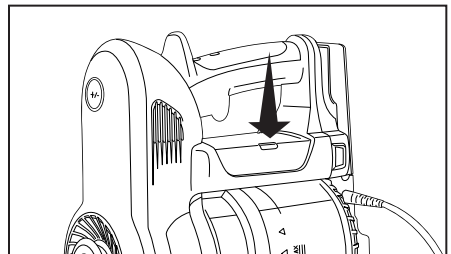

Fig. 4
2. Branchez le chargeur de batterie sur la station de rangement/charge et sur une prise secteur (Fig. 3). Le voyant de la batterie sera rouge pendant que la batterie charge. Lorsque le voyant est bleu, la batterie est complètement chargée (Fig. 4). Le temps de charge est d'environ 4 à 5 heures.